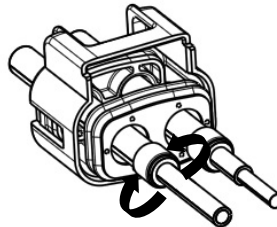

Fig.13
- 5.5. インナーフェルールが Fig.13 に示すようにシース剥き先端と位置を保持するように編組シールドをインナーフェルール上に折り返し巻き付ける。